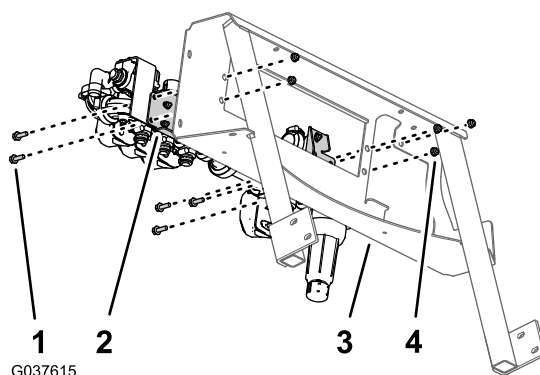
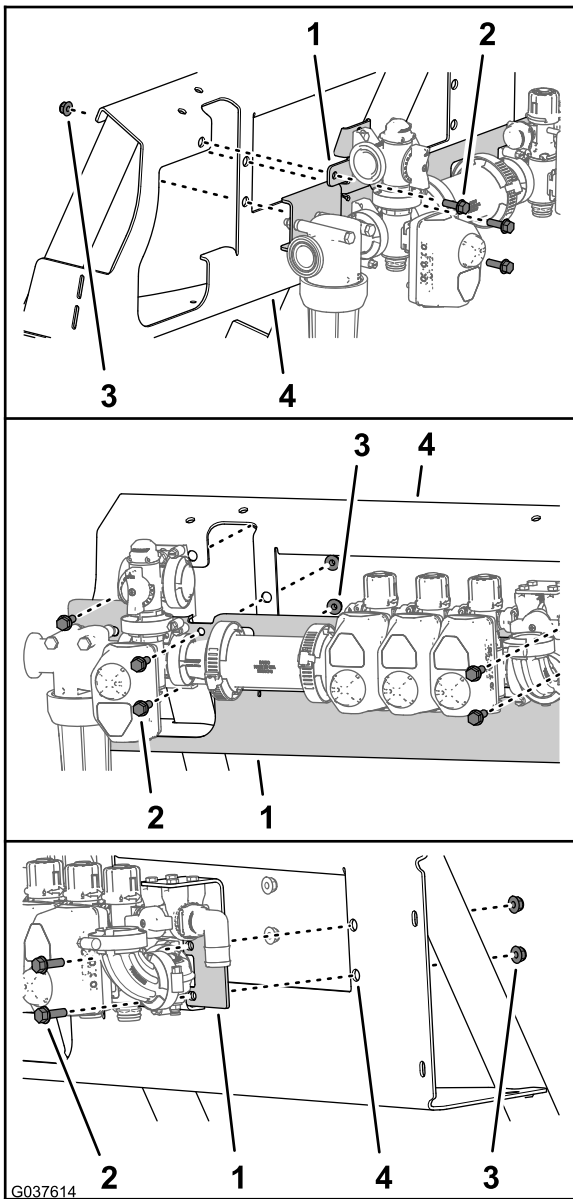

Bild 48
Bild 49
1. Fluchten Sie die Löcher in der Ventilhalterung mit den Sprühventilen und den Schläuchen in der Ventilbefestigung aus (Bild 48 und Bild 49).
2. Befestigen Sie die Ventilhalterung mit den fünf Bundkopfschrauben ($\frac{5}{16}" \times 1"$) und fünf Sicherungsbundmutter ($\frac{5}{16}"$) an der Ventilbefestigung (Bild 48 und Bild 49).